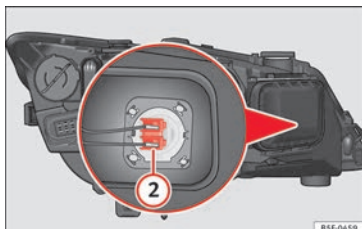

Abb. 109 Fernlichtleuchte.
- Drücken Sie den Stecker » Abb. 109 (2) seitlich nach links und ziehen Sie.